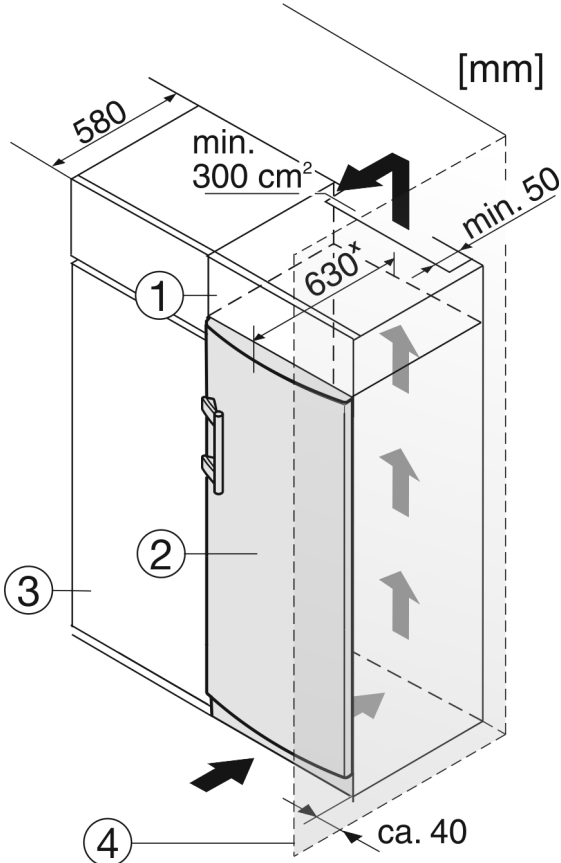

Fig. 11
Cihaz, mutfak tertibatıyla modifiye edilebilir. Cihazı Fig. 11 (2) mutfak tezgahına göre denkleme için, cihazın üzerine uygun bir takma dolabı Fig. 11 (1) monte edilebilir.
Mutfak dolaplarıyla (derinliği maks. 580 mm) değiştirildiğinde cihaz, mutfak dolabının Fig. 11 (3) yanına kurulabilir. Cihaz yandan 34 mm^x, cihazın ortasında da 50 mm^x mutfak dolabı ön kapısının karşısında durur.
Cihaz menteşelerle bir duvarın Fig. 11 (4) yanına kurulduğunda, cihazla duvarın arasındaki mesafenin en az 40 mm olması gerekir. Bu mesafe, kapı açık olduğunda kolunun taşma mesafesine eşittir.